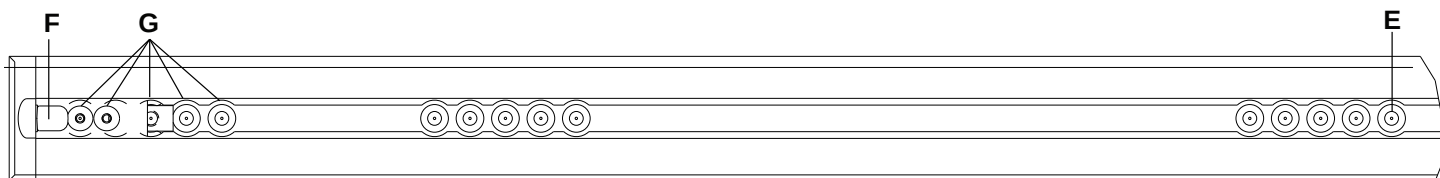

Рисунок 16 – Расположение фиксирующей шайбы напольной пластины со стороны ножного конца
Примечание - Если вы имеете дело с ранее установленной напольной пластиной без кабеля соединения основания с автомобилем, отмерьте 3 дюйма или 7 дюймов (7,6 см или 17,8 см) от положения фиксирующей шайбы Е по направлению к головному концу (Рисунок 16). Отметьте точку посередине канала. Здесь будет расположен кабельный ввод. Инструкцию по подключению электросистемы см. в руководстве по установке напольной пластины Stryker (6390-109-020).
Примечание - Предохранительный крюк (F) и расположение дополнительных монтажных отверстий (G) показаны исключительно для справки (Рисунок 16). Они не используются при установке **Performance-LOAD**.